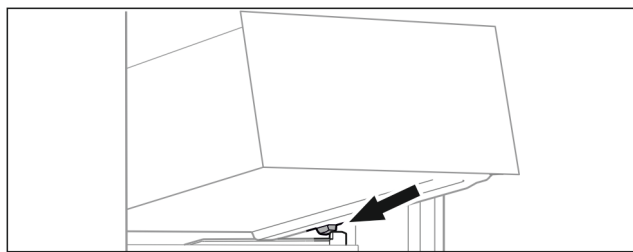

Fig. 92
- Vendosni sirtarin pjerrtas prapa ndaluesve mbi brinjën e kutisë. (shihni Fig. 92)